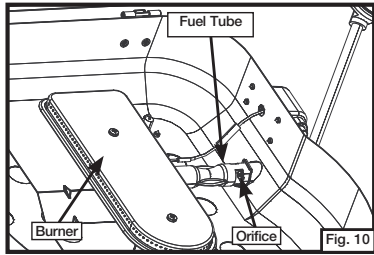

Fig. 10
- Proper location of the burner with respect to the orifice is important. To verify the proper installation of the burner tube, remove the cooking surface and the cooktop. The burner tube, fuel tube, and orifice (on the regulator) should be positioned as shown in Fig. 10.
- La ubicación apropiada del quemador con respecto al orificio es importante. Para verificar la instalación apropiada del tubo del quemador, quite la superficie para cocinar y la cubierta. El tubo del quemador, tubo de combustible y el orificio (en el regulador) deben ser colocados tal como se muestra en la Fig. 10.